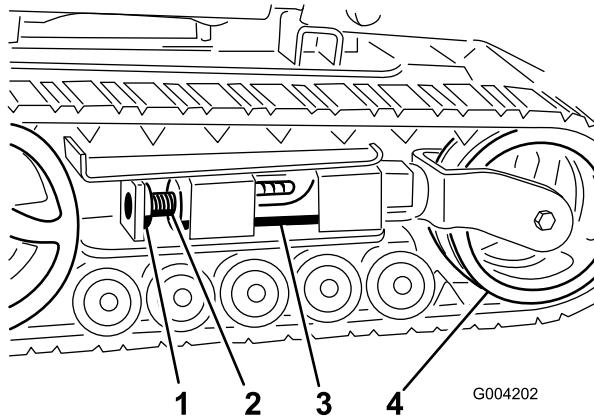
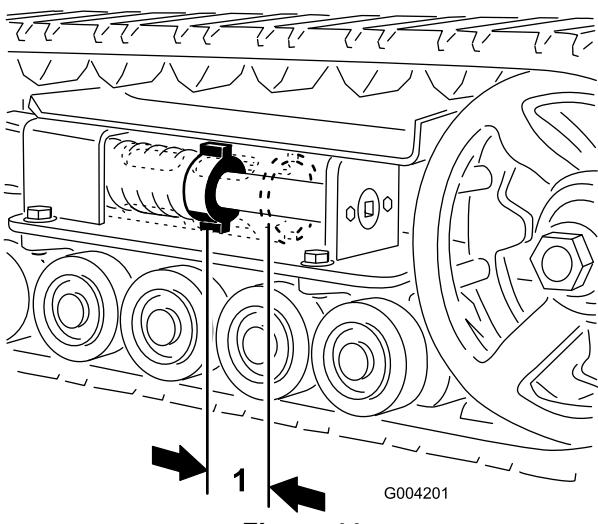
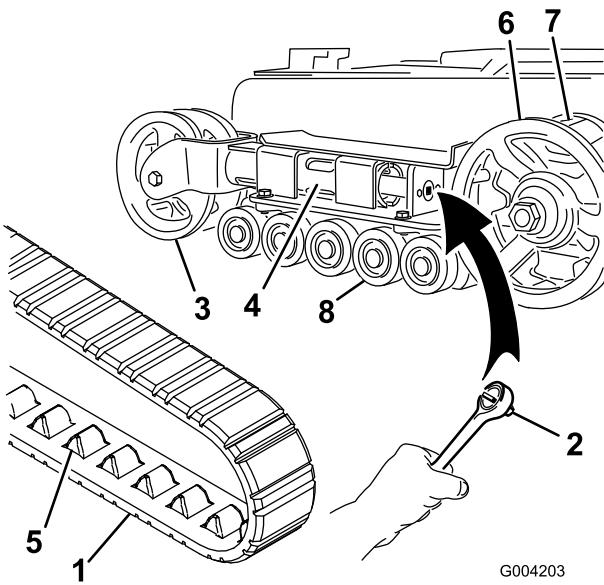
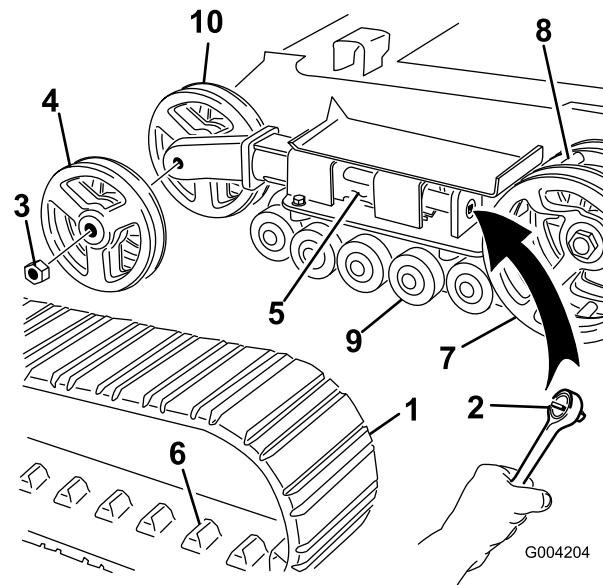

Figura 45
Figura 44
Figura 46
Figura 47
- 4. Usando una llave de 1/2 pulgada (Figura 46), gire el tornillo tensor en el sentido contrario a las agujas del reloj hasta que la distancia entre la tuerca tensora y la parte de atrás del tubo tensor (Figura 44) sea de 7 cm.
- 5. Alinee la muesca más próxima del tornillo tensor con el taladro del perno de bloqueo, y fije el tornillo con el perno de bloqueo y la tuerca (Figura 45).
Debe haber una holgura de 7 cm entre la tuerca tensora y la parte de atrás del tubo tensor (Figura 44). Si no es así, ajuste la tensión de las orugas usando el procedimiento siguiente:
- 3. Retire el perno de bloqueo y la tuerca (Figura 45).
- 4. Usando una llave de 1/2 pulgada, alivie la tensión en la oruga girando el tornillo tensor en el sentido de las agujas del reloj (Figura 45 y Figura 46).
3. Retire el perno de bloqueo y la tuerca (Figura 45).
4. Usando una llave de 1/2 pulgada, alivie la tensión en la oruga girando el tornillo tensor en el sentido de las agujas del reloj (Figura 45 y Figura 47).
5. Empuje la rueda tensora hacia la parte de atrás de la unidad de tracción para mover el tubo tensor contra el bastidor (Figura 46). (Si no toca el bastidor, siga girando el tornillo tensor hasta que lo toque.)
7. Cuando haya retirado la oruga de la rueda tensora, retírela de la rueda motriz y de las ruedas de rodaje (Figura 46).
8. Empezando en la rueda motriz, pase la oruga nueva alrededor de dicha rueda, asegurándose de que los dientes de la oruga encajen entre los espaciadores de la rueda (Figura 46).
9. Empuje la oruga por debajo de y entre las ruedas de rodaje (Figura 46).
11. Gire el tornillo tensor en el sentido contrario a las agujas del reloj hasta que la distancia entre la tuerca tensora y la parte de atrás del tubo de horquilla (Figura 44) sea de 7 cm.
12. Instale la rueda tensora interior y fíjela con la tuerca que retiró anteriormente (Figura 47).
14. Instale la oruga nueva, asegurándose de que los dientes de la oruga encajen entre los espaciadores de la rueda motriz (Figura 47).
15. Instale la rueda tensora exterior y fíjela con la tuerca que retiró anteriormente (Figura 47).
17. Gire el tornillo tensor en el sentido contrario a las agujas del reloj hasta que la distancia entre la tuerca tensora y la parte de atrás del tubo tensor (Figura 44) sea de 7 cm.